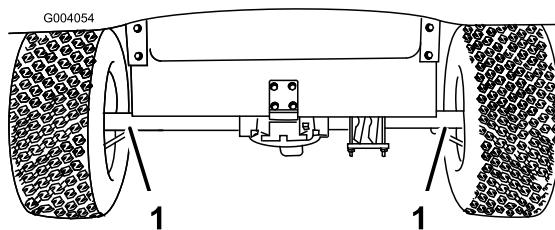
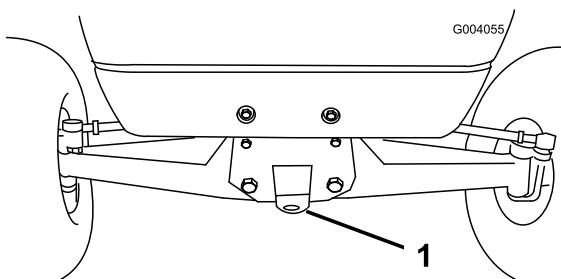

Figura 31
Figura 32
Em distâncias longas, transporte o veículo num atrelado. Verifique se o veículo se encontra bem preso ao atrelado. Consulte Figura 31 e Figura 32 para localizar os pontos de fixação do veículo.
2. Ate um cabo de reboque ao garfo, na parte dianteira do chassis (Figura 32).